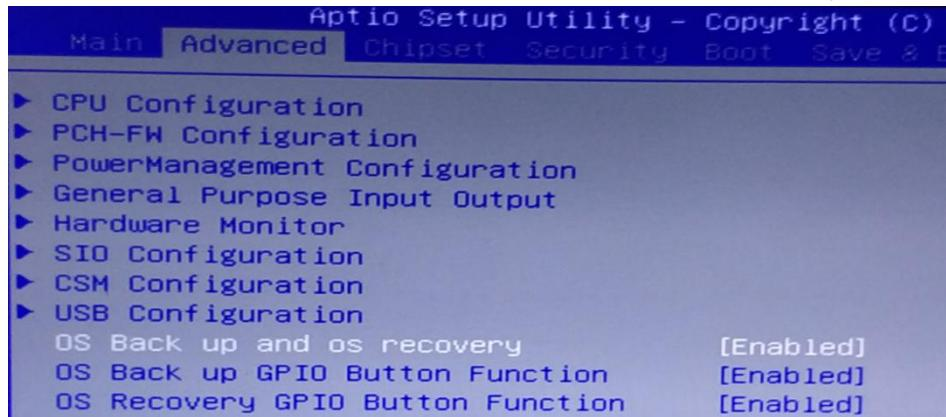

图 1 操作界面
(1) 检查工作：①由于备份及还原操作过程中机器均不能外接存储设备，在操作之前务必先检查确认 USB 接口未连接外部存储设备，如 U 盘等，否则备份还原会出现错误；②保证硬盘内存容量大小不小于 64G；
(2) 按电源键开机或上电开机后，连续重复按键盘上的 delete 键，就能进入备份操作界面（如图 1 所示）；
(2) 按电源键开机或上电开机后，连续重复按键盘上的 delete 键，就能进入备份操作界面 (如图 1 所示)；